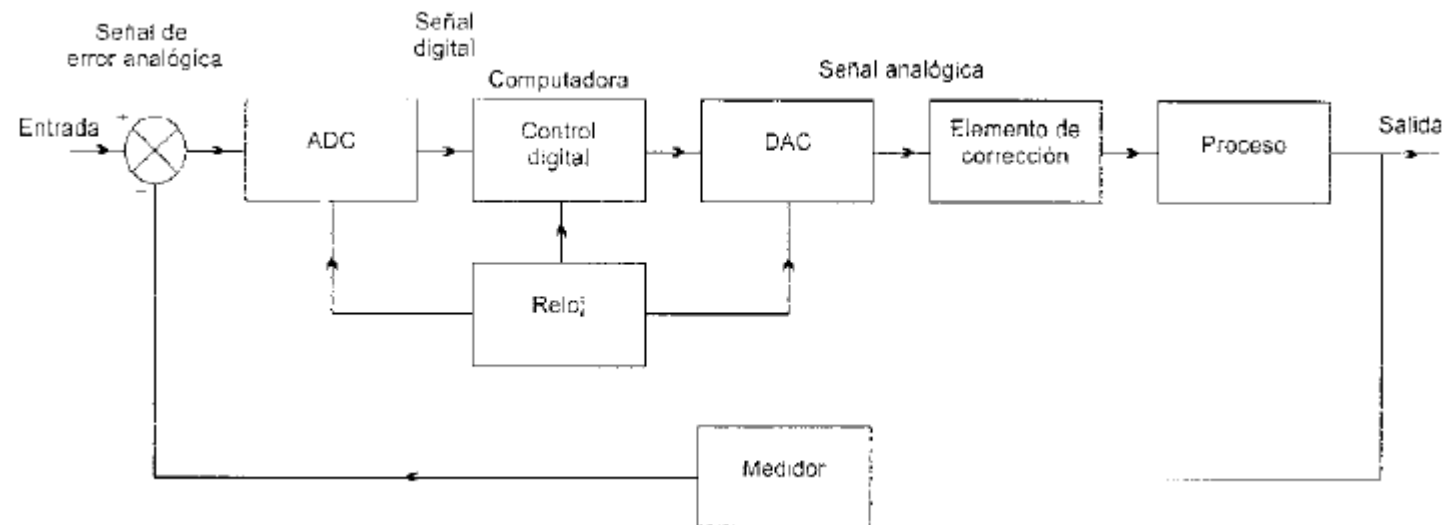

Figura 1.23 Sistema de control digital en lazo cerrado para sistemas en tiempo continuo
- La figura 1.23 muestra la forma que puede tomar un sistema de control digital en lazo cerrado para sistemas de control en tiempo continuo.